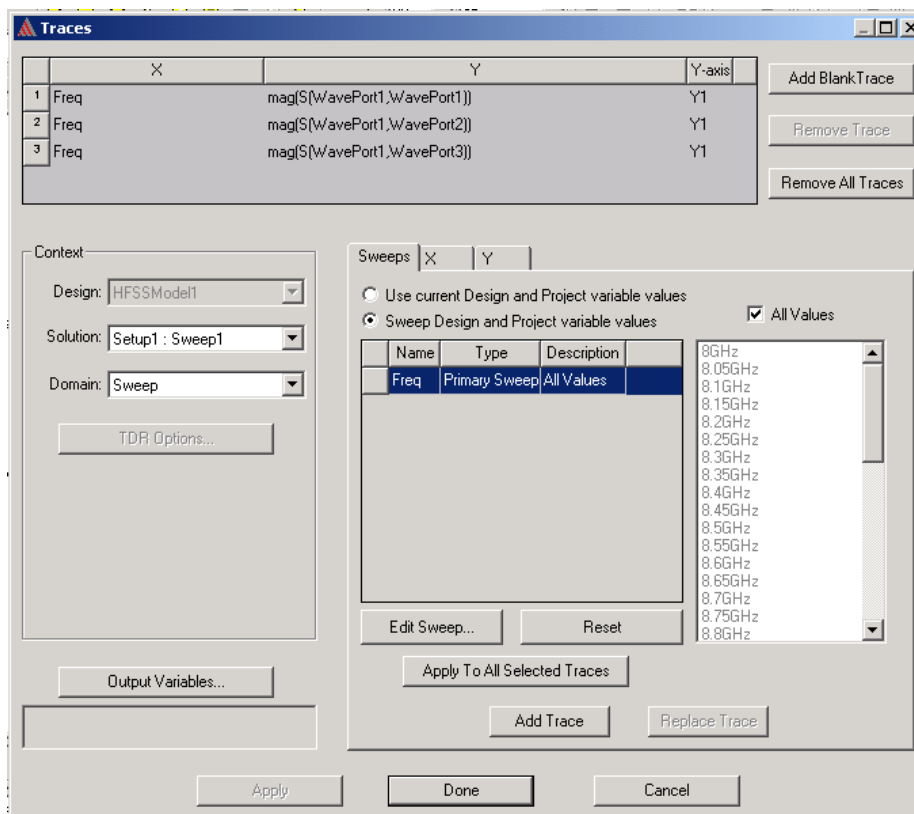

Рис. 6.28. Установка первичного параметра свипирования Primary Sweep (частота Freq) для вывода на ось X
7. Нажмите закладку **Sweeps**. Переменная **Freq**, содержит точки частот, в которых выполнен расчет (рис. 6.28).